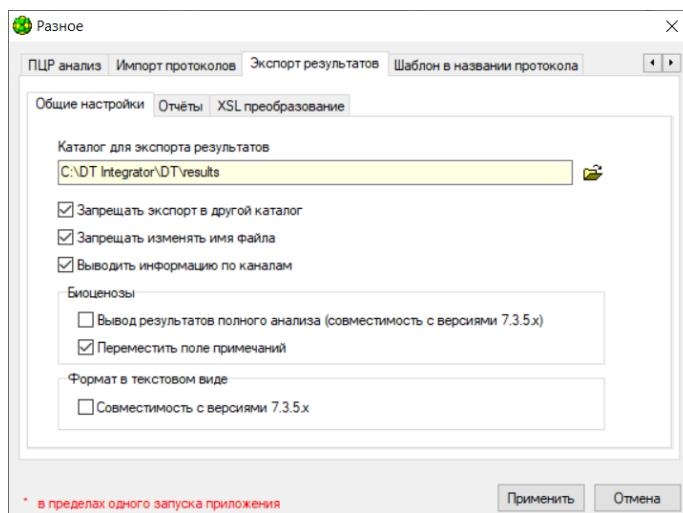

Рис.10 Вкладка «Экспорт результатов»
**Экспорт результатов:** определены общие настройки экспорта результатов, а также особенности вывода отчётов в ЛИС (Рис.10).